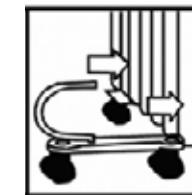

Fig. 2
3. Montare il set assemblato sulla parte inferiore dell'apparecchio (Fig. 2, 3).